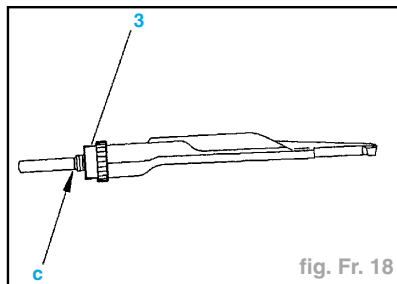

fig. Fr. 18
- Mettre le molette (3) en appui en "c" (fig. Fr. 18).